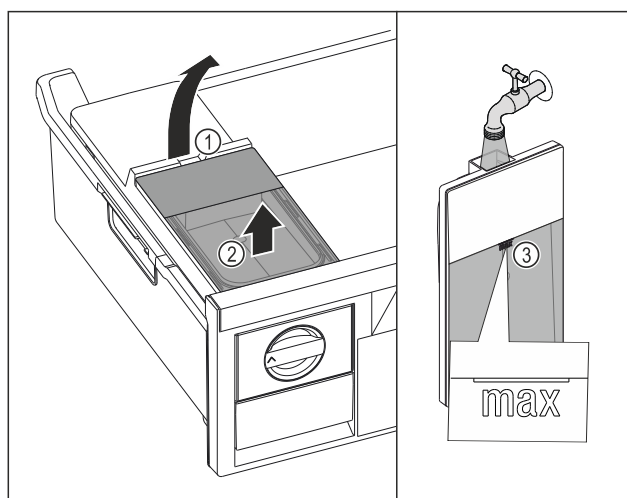

Fig. 81
- ▶ Elevar el depósito de agua por la entalladura Fig. 81 (1).
- ▶ Extraer el depósito de agua hacia arriba. Fig. 81 (2)
- ▶ Llenar el depósito de agua con agua potable hasta la marca Fig. 81 (3).